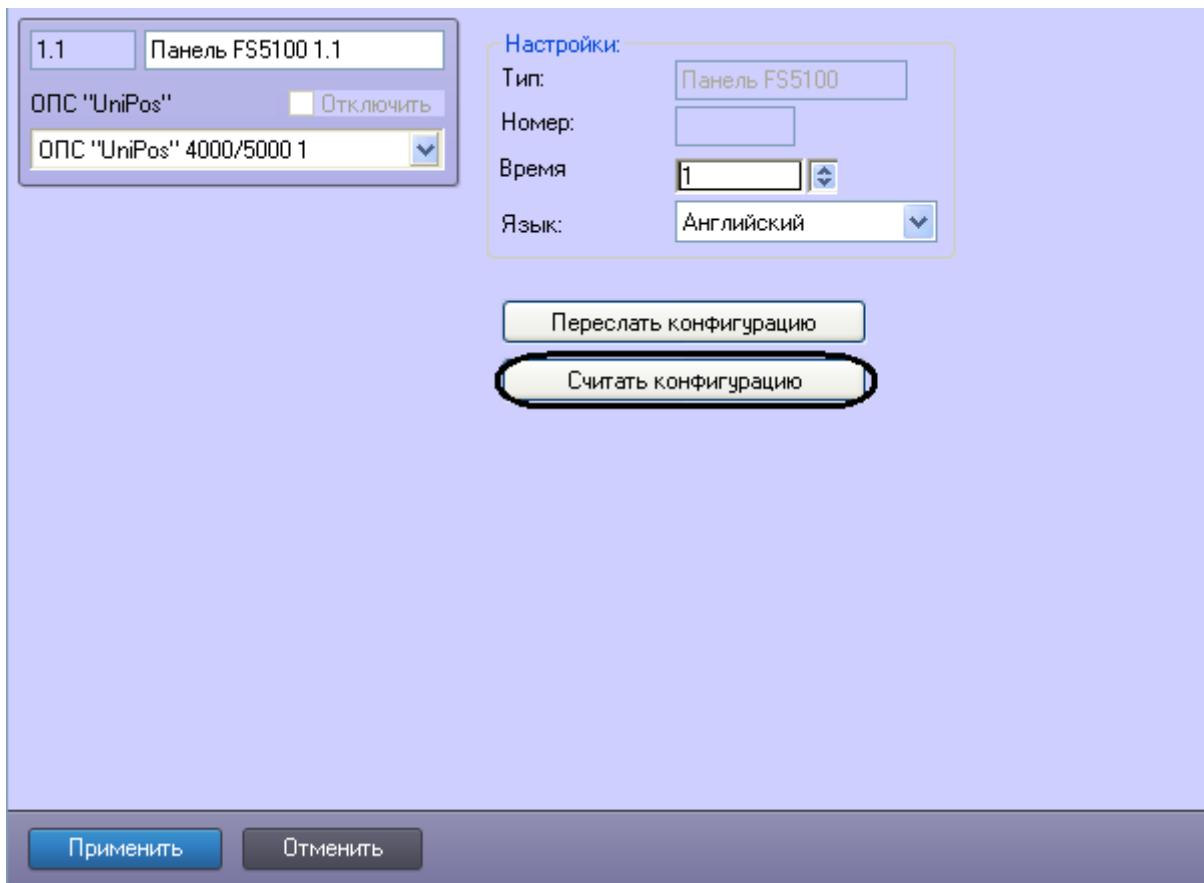

Рис. 3.7—2 Считывание конфигурации из устройств ОПС Unipos 4000/5000
2. Для считывания конфигурации из устройств ОПС Unipos 4000/5000 необходимо нажать кнопку **Считать конфигурацию** (см. Рис. 3.7—2).